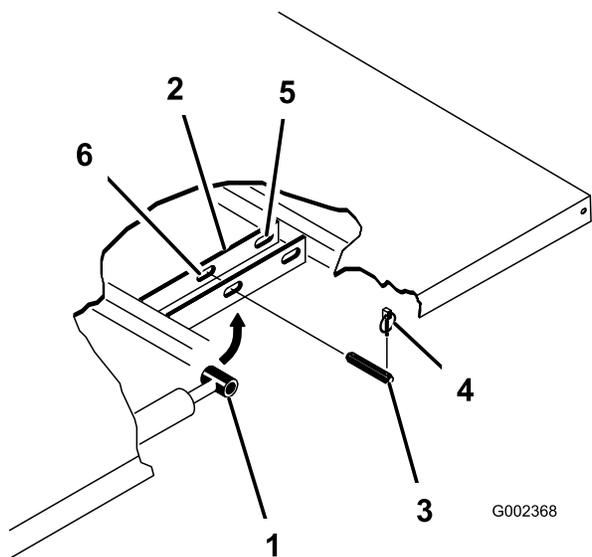

Рисунок 32
3. Удалите шплинты из наружных концов штифтов с отверстием под шплинт на штоках гидроцилиндров (Рисунок 32).
4. Удалите шплинтуемые штифты, крепящие концы штоков гидроцилиндров к монтажным плитам кузова, протолкнув штифты внутрь (Рисунок 32).
5. Выньте шплинты и штифты с отверстием под шплинт, которые крепят шарнирные кронштейны к швеллерам рамы (Рисунок 32).